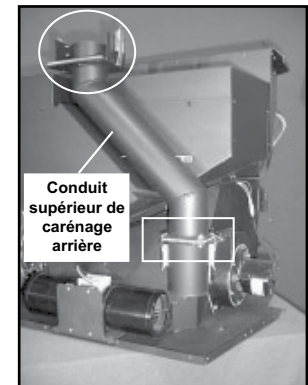

Figure 20.3
3. Utilisez (2) boulons avec écrous de 6 mm (1/4 po) - 508 mm (20 po) x 19 mm (3/4 po) pour installer le conduit de carénage supérieur arrière dans la transition du système d'évacuation des gaz. Voir l'espace limité à la **Figure 20.3.** (Zone encerclée et adaptateur de conduit supérieur seront installés plus tard).
Installez l'adaptateur supérieur de ventilation de 3 po. ou 4 po. (76 or 102mm). Voir la zone encadrée à la **Figure 20.3 à la page 20.** REMARQUE : Cet adaptateur peut être attaché au conduit d'évacuation supérieur avant de le verrouiller au conduit d'évacuation supérieur.